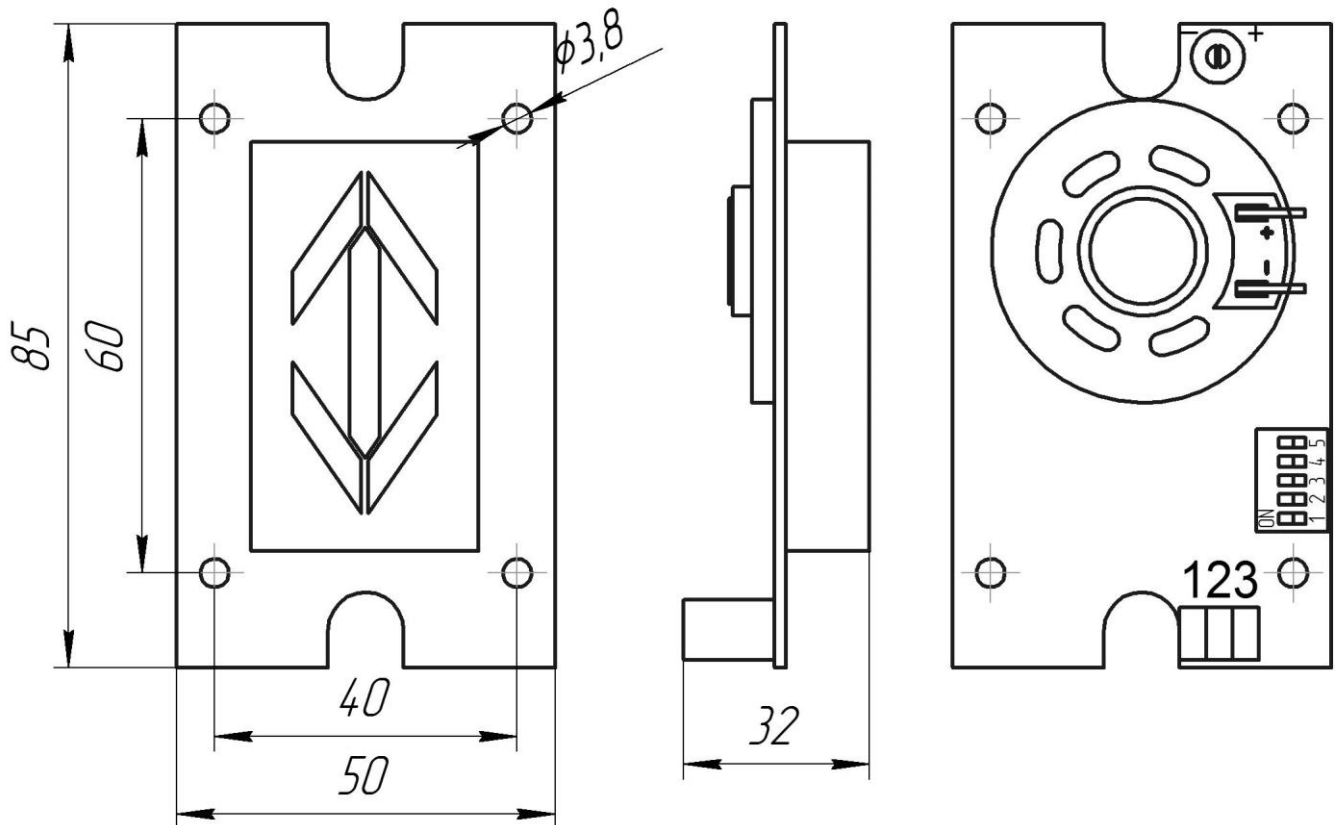

Рис.1. Габаритные и установочные размеры «Гамма-К»
- 4.1 Подключить указатель Гамма-К в соответствии с таблицей 1. Расположение разъема и нумерация контактов показаны на рис.1.